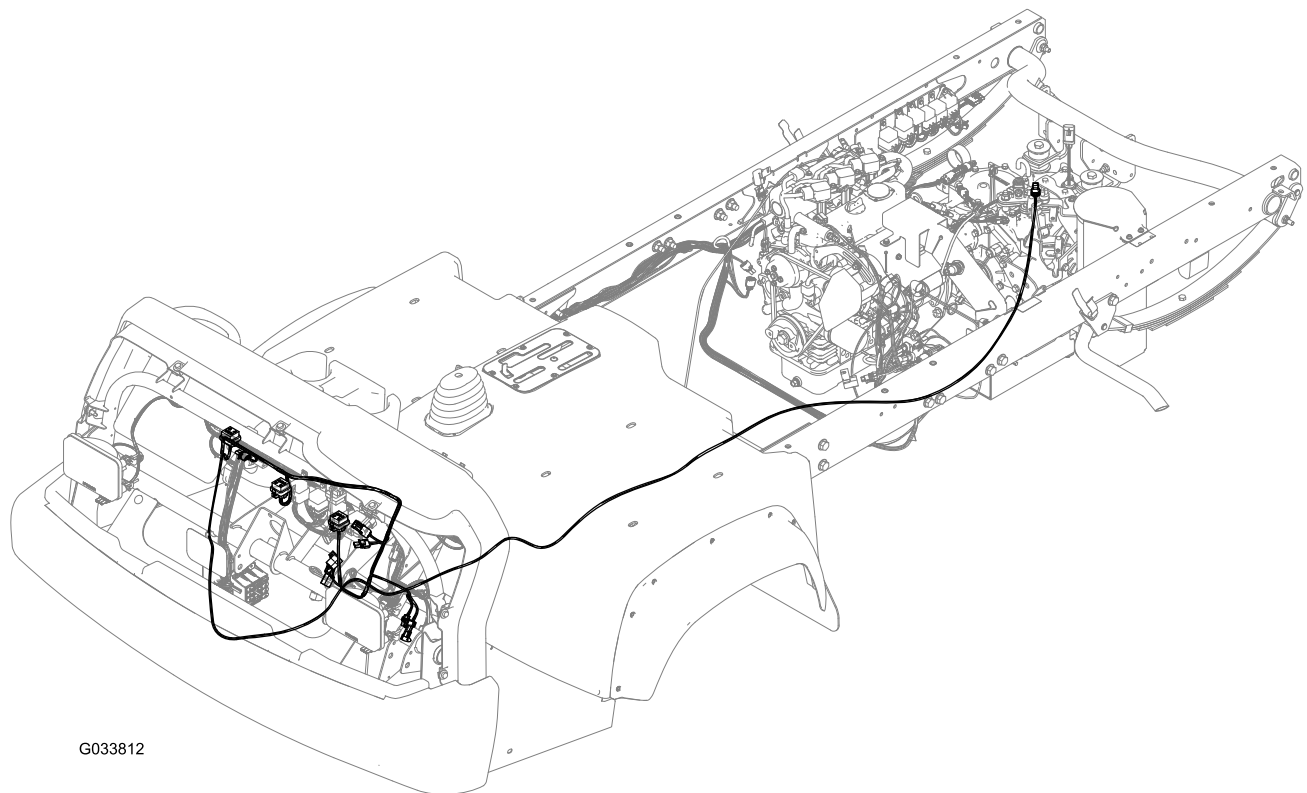

Bild 6
1. Führen Sie das mit „reverse switch“ (Rückwärts-Schalter) markierte Ende des Kabelbaums zwischen der Vorderseite des Fahrzeugs durch die Kabelschottöffnung unter der Bedienerplattform und zurück zur Rahmenschiene auf der Fahrerseite bis zur Oberseite des Getriebes (Bild 6).
3. Stecken Sie den Bremsanschluss, den Überbrückungsanschluss für den Vierradantrieb und den Kupplungsanschluss in den neuen Kabelbaum (Bild 6).